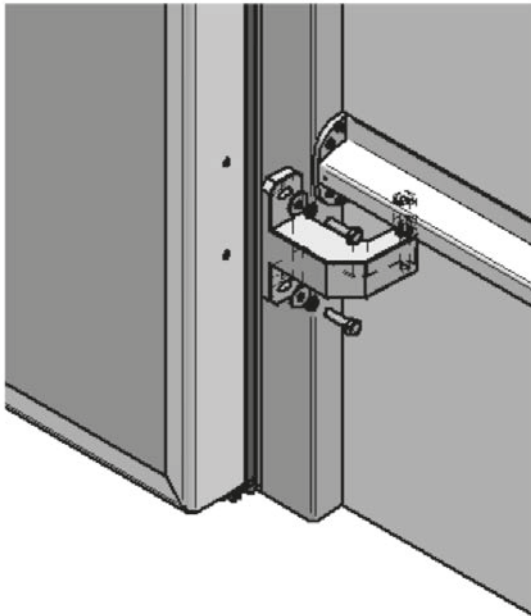

Abb. 7
- Entfernen Sie die beiden M10-Schrauben, mit denen die hintere Einstellvorrichtung (Abb. 7) befestigt ist, führen Sie die Rolle in die untere Führung ein und befestigen Sie dann die hintere Einstellvorrichtung wieder am Türflügel.